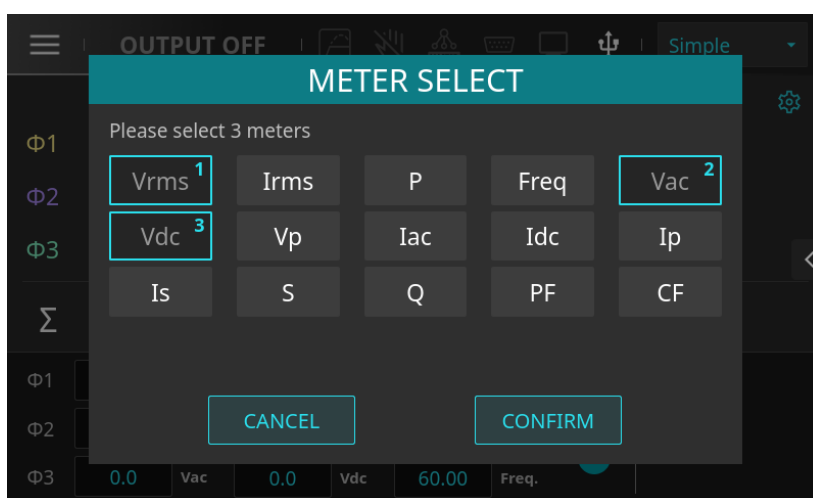

图 4-12 选取量测参数 "Vac" 、"Vdc" 页面
3. 按下参数 "Vac"、"Vdc"，如图 4-12 所示。